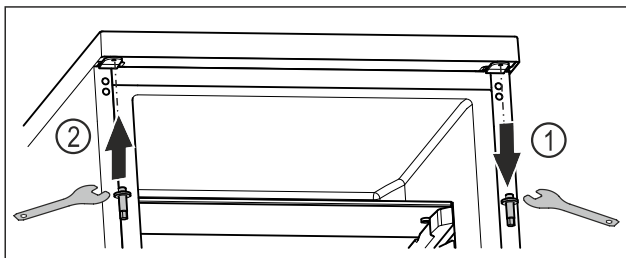

Fig. 18
- Odvrnite gornji svornjak s pomoću vanjskog šesterostranog ključa. Fig. 18 (1)
- Pritegnite svornjak na suprotnoj strani s pomoću vanjskog šesterostranog ključa. Fig. 18 (2)